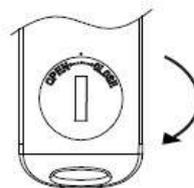

Figure 15
- 6) Rotare il tappo della batteria per chiudere il vano (Fig. 15 & 16)